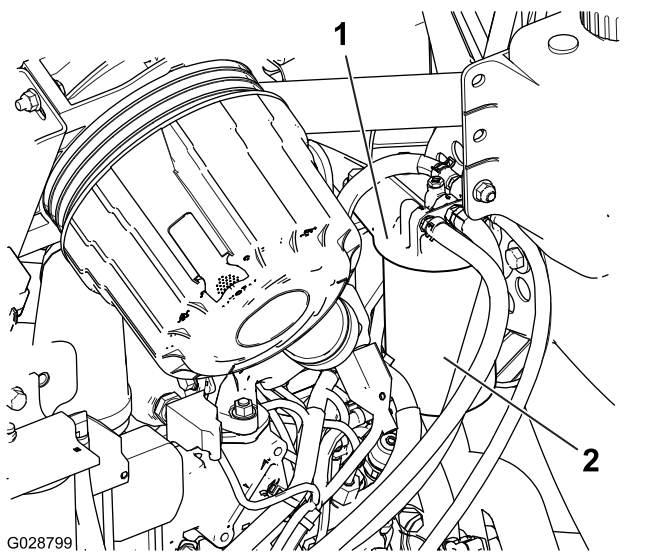

图 57
1. 清理燃油滤清器头附近的区域图 57。
2. 拆下滤清器并清洁滤清器头安装面图 57。